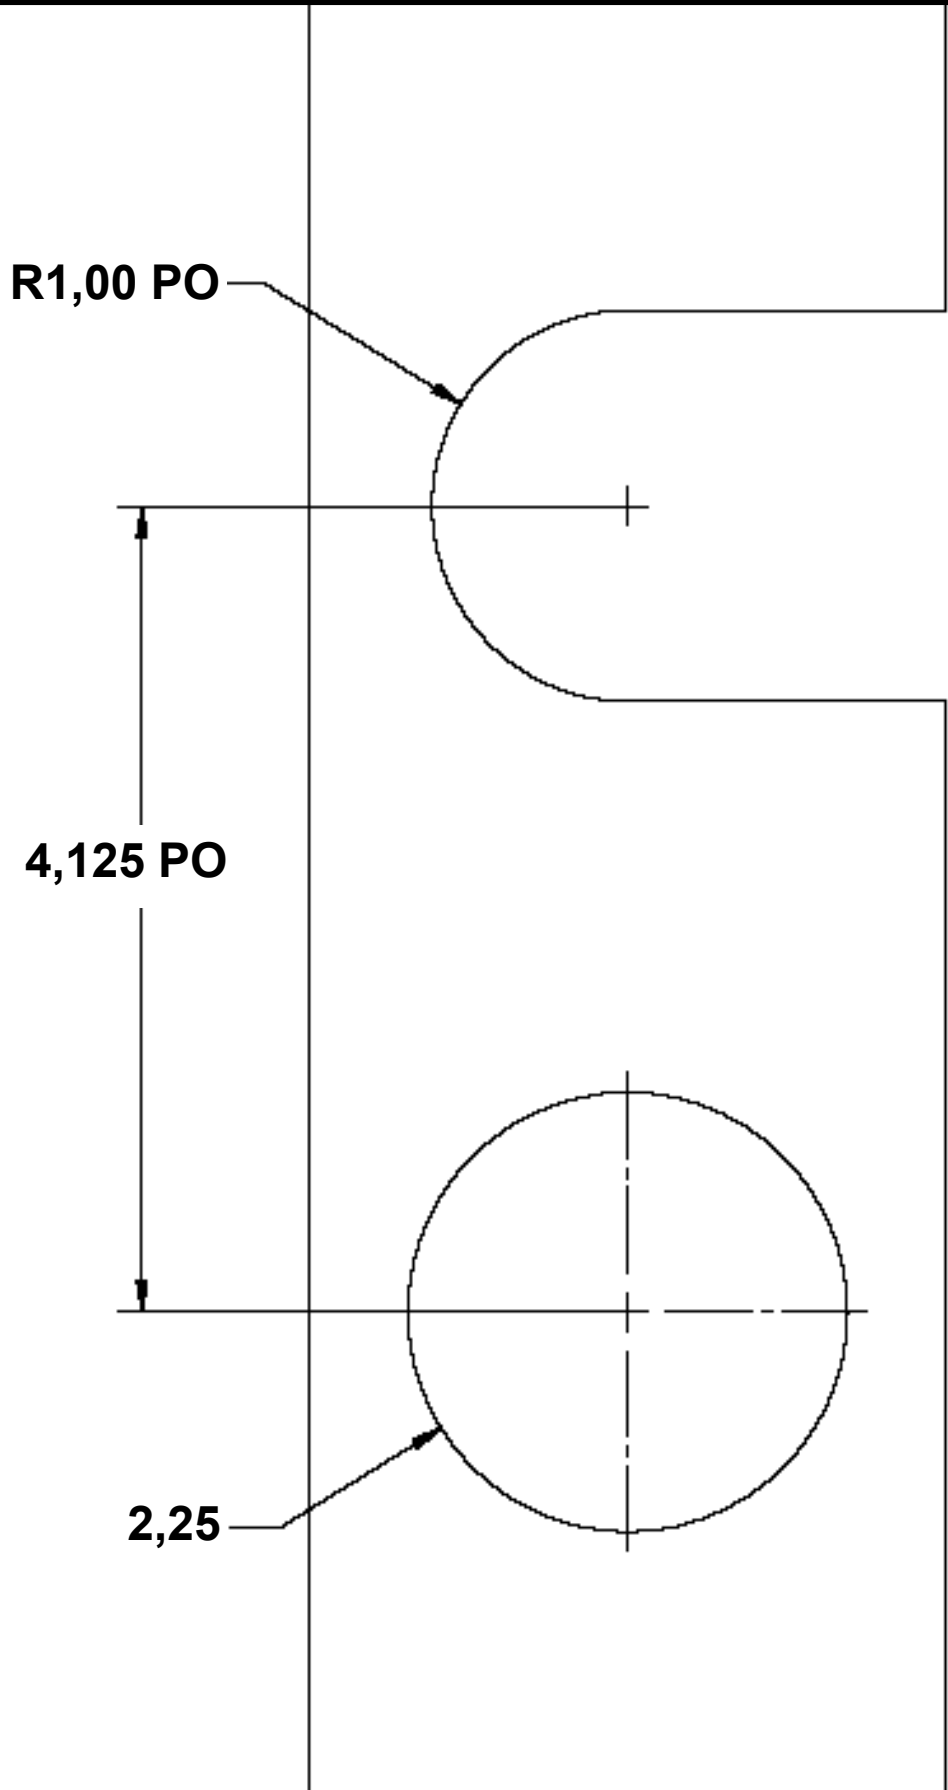

Figure 4
**3-5** À l'aide des colliers de serrage fournis, monter la pompe **SumpJet**® sur le tuyau d'évacuation existant. Poser la pompe de manière à ce que le niveau d'actionnement du flotteur soit à quelques centimètres au-dessus de celui du flotteur de la pompe d'assèchement existante (voir Figure 4). Serrer les colliers sur le tuyau d'évacuation. REMARQUE : Si ce type d'installation ne fonctionne pas, se reporter à la configuration de pose de la section 3-17.